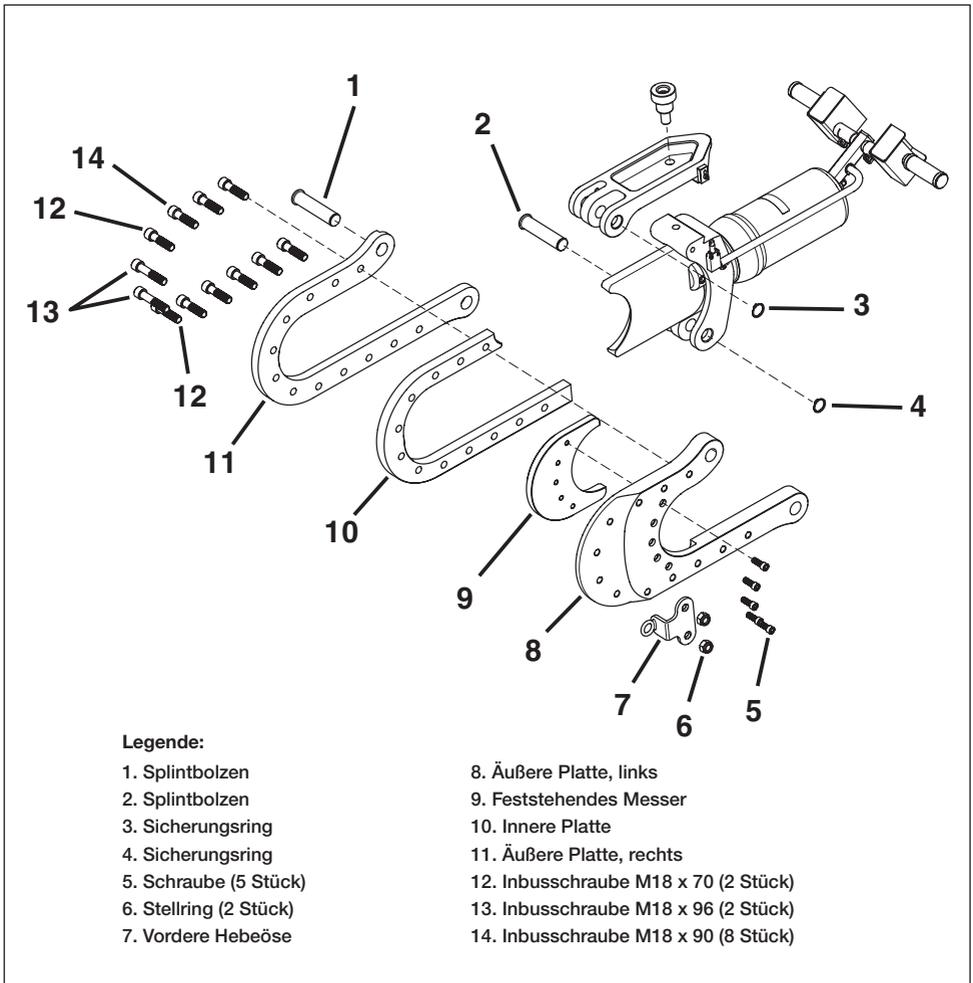

Abbildung 11, Austausch des feststehenden Messers
Der Austausch des feststehenden Messers ist in den folgenden Schritten durchzuführen: Siehe Abbildung 11.
6. Entfernen Sie den Sicherungsring (Abbildung 11, Element 4). Entfernen Sie den Splintbolzen (Abbildung 11, Element 2) und den Schneidkopf (Abbildung 11, Elemente 5-14).
7. Entfernen Sie die beiden Inbusschrauben (Abbildung 11, Element 13), Stellinge (Abbildung 11, Element 6) und die vordere Hebeöse (Abbildung 11, Element 7).
8. Entfernen Sie die sechs Schrauben des feststehenden Messers (Abbildung 11, Element 12) und die acht Inbusschrauben (Abbildung 11, Element 14).
9. Trennen Sie die linke äußere Platte (Abbildung 11, Element 8), die innere Platte (Abbildung 11, Element 10) und die rechte äußere Platte (Abbildung 11, Element 11).
10. Entfernen Sie die fünf Schrauben des feststehenden Messers (Abbildung 11, Element 5) und entfernen Sie dieses (Abbildung 11, Element 9).
11. Bringen Sie das neue feststehende Messer (Abbildung 11, Element 9) mit fünf Schrauben (Abbildung 11, Element 5) an der linken äußeren Platte (Abbildung 11, Element 8) an; Drehmoment 87 Nm [64 ft-lb]. Tragen Sie Loctite 243 (oder gleichwertig) auf.
12. Montieren Sie die linke äußere Platte (Abbildung 11, Element 8), die innere Platte (Abbildung 11, Element 10) und die rechte äußere Platte (Abbildung 11, Element 11) mit acht Inbusschrauben (Abbildung 11, Element 14) und zwei Inbusschrauben (Abbildung 11, Element 12). Drehmoment 289 Nm [213 ft-lb].
13. Bringen Sie die beiden Inbusschrauben (Abbildung 11, Element 13), die vordere Hebeöse (Abbildung 11, Element 7) und die Stellinge (Abbildung 11, Element 6) an; Drehmoment 289 Nm [213 ft-lb].
14. Bringen Sie den Schneidkopf (Abbildung 11, Elemente 5-14) unter Verwendung des Splintbolzens (Abbildung 11, Element 2) und des Sicherungsring (Abbildung 11, Element 4) am Werkzeugkörper an.